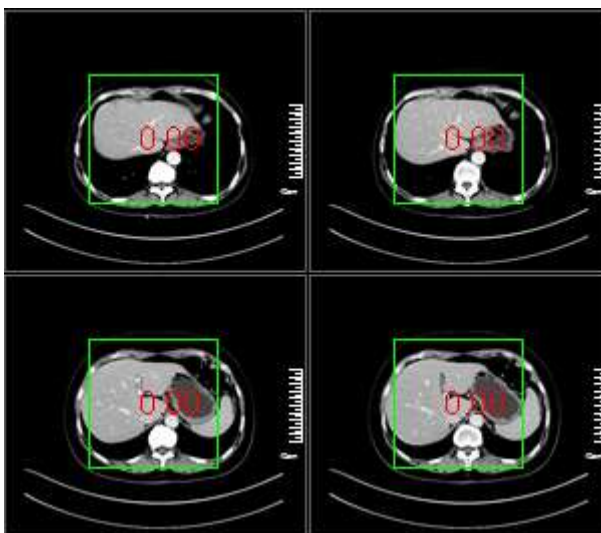

Рисунок8-11 Индивидуальное вращение (1)
1. Нажать на кнопку  во вкладке [Image] /Изображение/ и зеленый квадрат вращения появляется на изображении, как это показано на Рисунок8-11.